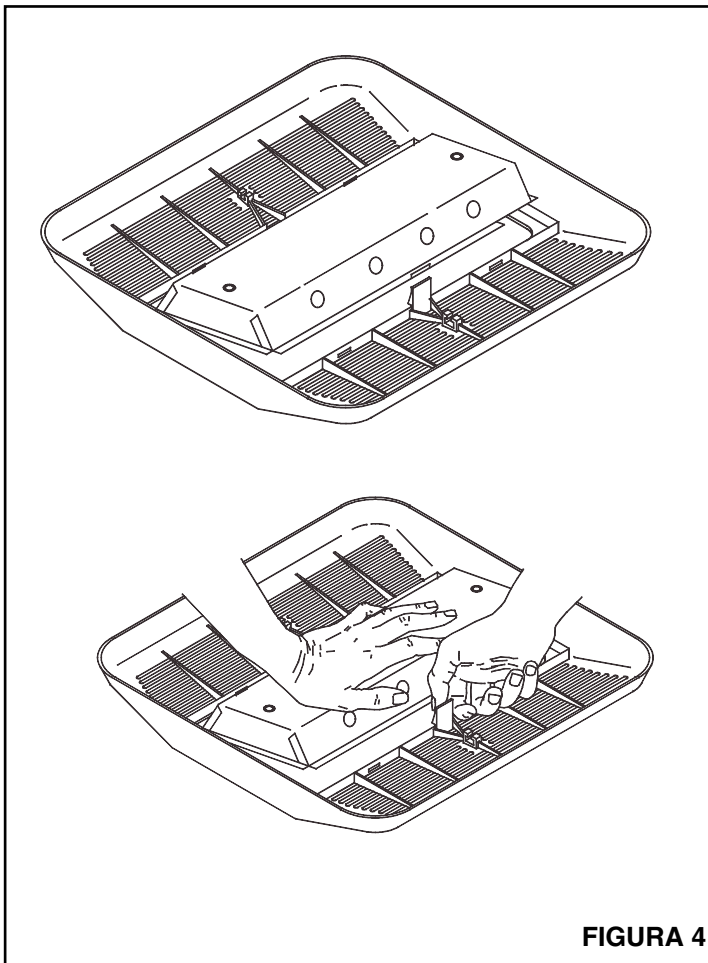

FIGURA 4
1. Vea la **Figura 4**. Deslice la lengüeta del estabilizador en la ranura de un lado del bastidor y asegúrelo con un tornillo de montaje.
1. Consulte la Figura 4. Abra el reflector en la parte trasera de la rejilla apretando la traba y levantando el reflector. Instale una bombilla fluorescente compacta Tipo NEMA CFQ26W/G24D de 26 vatios. Nota: El reflector sostiene el difusor de vidrio en su lugar. Tenga cuidado para que el difusor no se salga de la rejilla. Cierre el reflector y apriételo para que caiga en su lugar (oírás un chasquido).
2. Consulte la Figura 4. Abra el reflector en la parte trasera de la rejilla apretando la traba y levantando el reflector. Nota: El reflector sostiene el difusor de vidrio en su lugar. Tenga cuidado para que el difusor no se salga de la rejilla. Cambie la lámpara con una bombilla fluorescente Tipo NEMA CFQ26W/G24D de 26 vatios. Cierre el reflector y apriételo para que caiga en su lugar (oírás un chasquido).